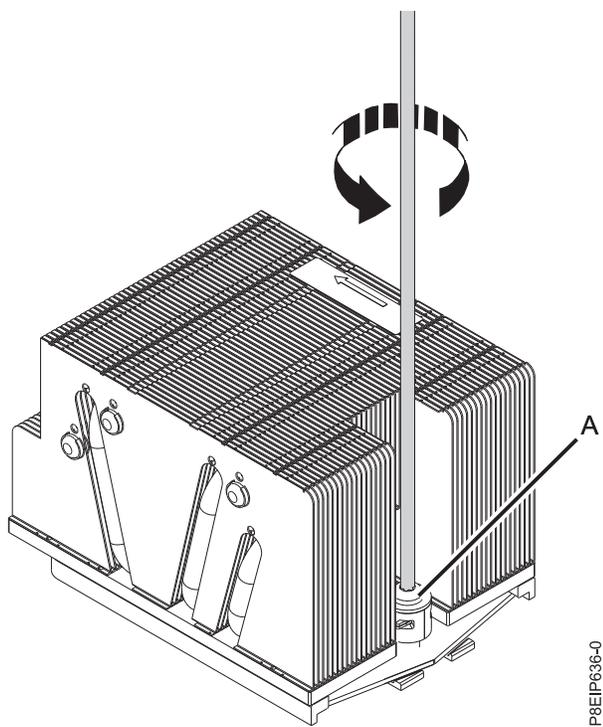

図 64. ヒート・シンクのロード・アームねじを緩める
3. #3 Phillips ドライバーを使用して、取り外すシステム・プロセッサ・ヒート・シンクのロード・アームねじ (A)を緩めます (58 ページの図 64 を参照)。